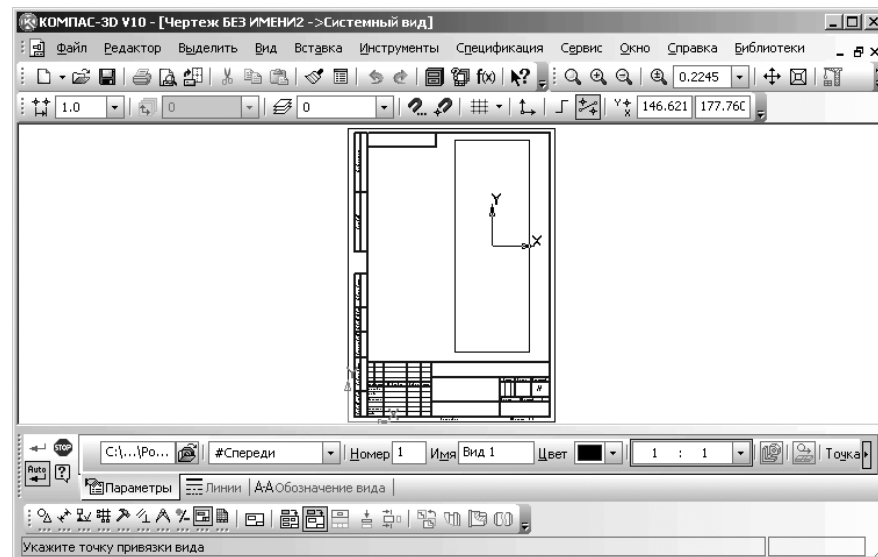

Рис. 3.122. Возможное состояние системы при переходе в режим создания нового чертежа из модели – Ролик
- щелкните в выпадающем меню по пункту **Создать новый чертеж из модели**. Система перейдет в режим построения произвольного вида чертежа с модели. Появится по умолчанию форматка А4 с вертикальной ориентацией и фантом чертежа модели. Появится **Панель свойств: Произвольный вид** (рис. 3.122) с тремя вкладками;